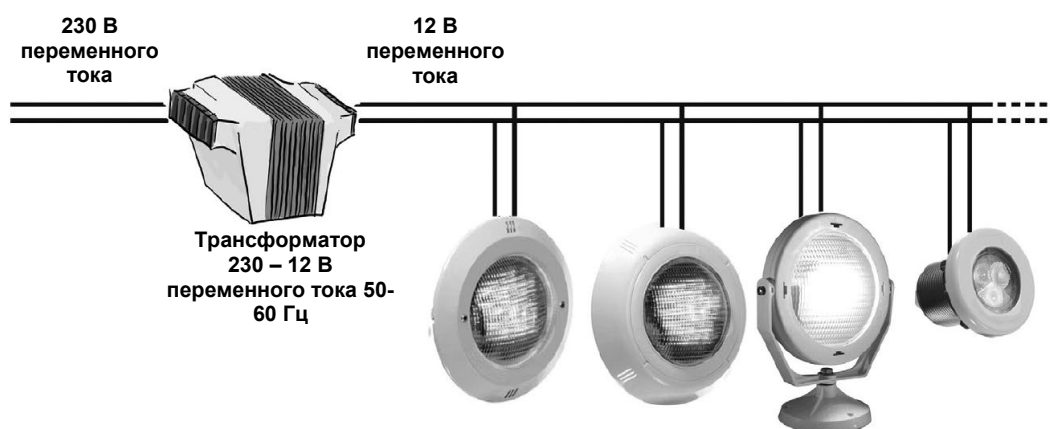

Рис. 1
1. ЭЛЕКТРИЧЕСКОЕ ПОДКЛЮЧЕНИЕ (см. рисунок 1):